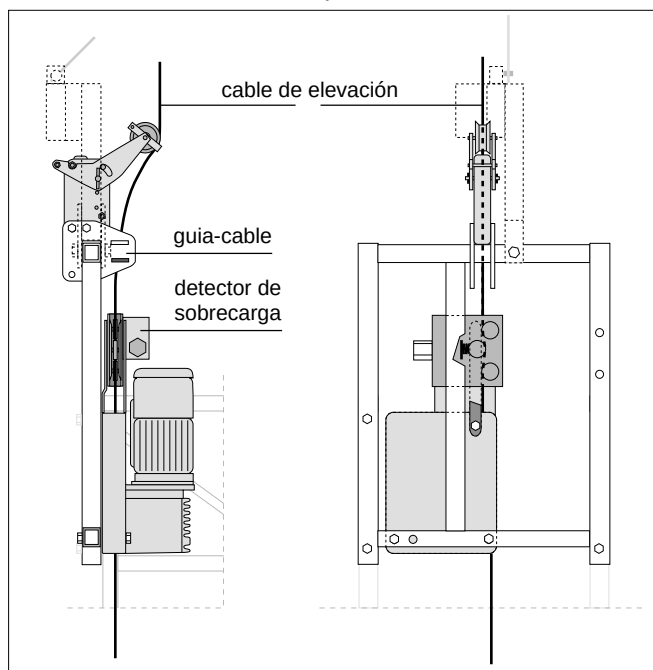

Fig. 1.28
a) . . . en las liras extremas (Fig. 1.28)
- Pasar el cable de elevación (151) por el rodillo de la palanca del BLOSTOP (109), y por la guía-cable
- Pulsar el botón ASCENSO (43) y continuar empujando el cable con la mano, hasta que éste salga por la boquilla de la parte inferior del cárter del aparato.
- Pulsar el botón de ASCENSO (43) hasta que el cable quede ligeramente en tensión.